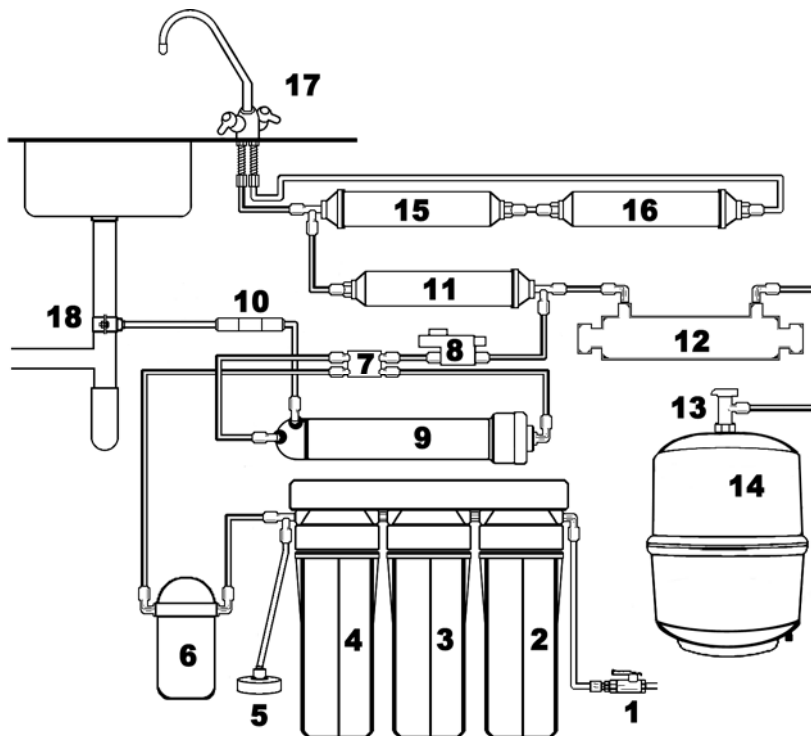

Рис.1
Типовая конструкция и схема монтажа обратноосмотической системы приведена на рис.1:
упаковки и вставьте ее в соответствующий корпус **9**, Рис.1, который расположен горизонтально на кронштейне. При этом необходимо отсоединить от его крышки
3.7. Установка тройника подключения (1, Рис.1, Рис. 6).
3.11. Подсоедините трубки к крану "чистой воды" **17**. Отмерьте необходимое количество гибкого шланга от конца резьбы крана чистой воды (**17**, Рис.1) до выхода из угольного пост-фильтра AC-1L-GAC (**11**, Рис.1), а для модели RO-7 и другой отрезок шланга до выхода из корпуса биокерамики AC-1L-BIO (**16**, Рис.1).
3.11. Для промывки первых трех ступеней в фильтре с установленным загрузочным насосом высокого давления (6,рис.1) рекомендуется:
- Отсоединить от тройника, вмонтированного после третьей ступени фильтра присоединительную трубку, идущую на вход насоса **6**, рис.1.
- К освободившемуся разъему подсоединить трубку идущую от хомута **18**, рис.1 смонтированного на сливной трубе, идущей от раковины